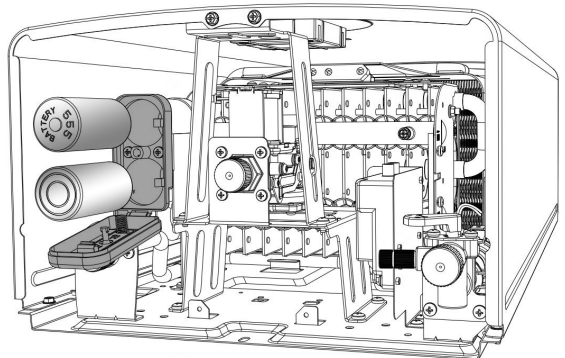

Fig. 2
- Monte 2 baterías tipo D teniendo en cuenta la dirección del polo positivo (ver fig. 2). Para alternativas de uso a baterías alcalinas ver sección 7 ELIMINACIÓN DE BATERÍAS ALCALINAS.